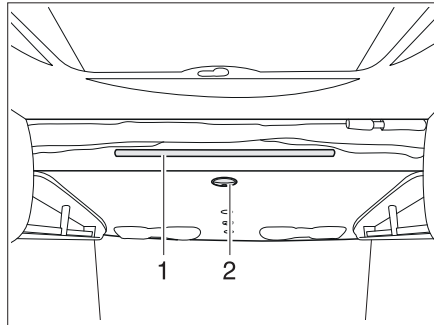

Fig. 123 Lit escamotable électrique
- Tourner la poignée (Fig. 123,2) à la face inférieure du lit escamotable.
- L'échelle de montée doit être accrochée par les deux étriers à la tige de retenue (Fig. 123,1) se trouvant sur le lit escamotable.